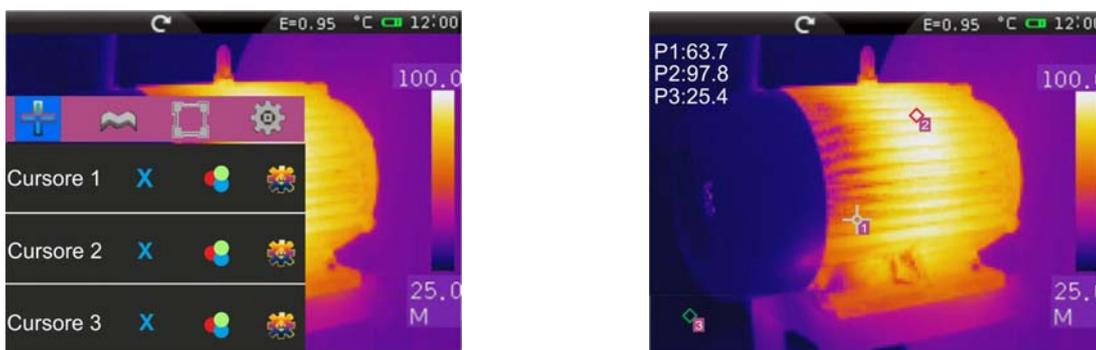

Fig. 21: Impostazione cursori di misura
3. In modo Manuale il cursore assume la forma con identificatore "1", "2" o "3" e l'etichetta "P1", "P2" o "P3" affiancata dal valore di temperatura ad esso associato appare nella parte alta sinistra del display. Il cursore assume colore rosso quando è selezionato e può essere spostato sull'immagine mentre è di colore bianco quando è fissato sull'immagine (vedere Fig. 21)